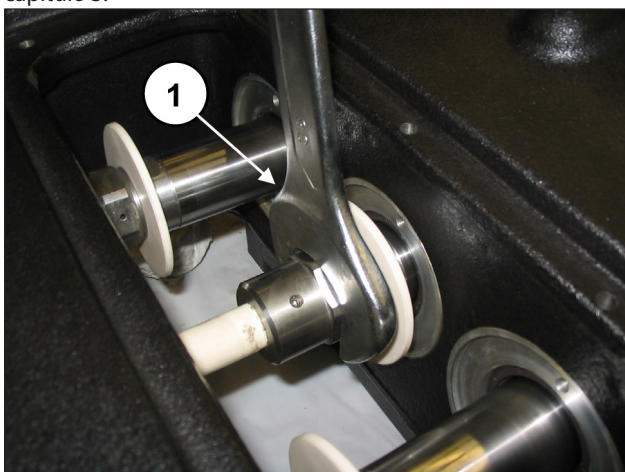

Fig. 101
Enroscar los tres pistones (pos. ①, Fig. 101) y ajustar con la llave de horquilla dinamométrica como se indica en el capítulo 3.